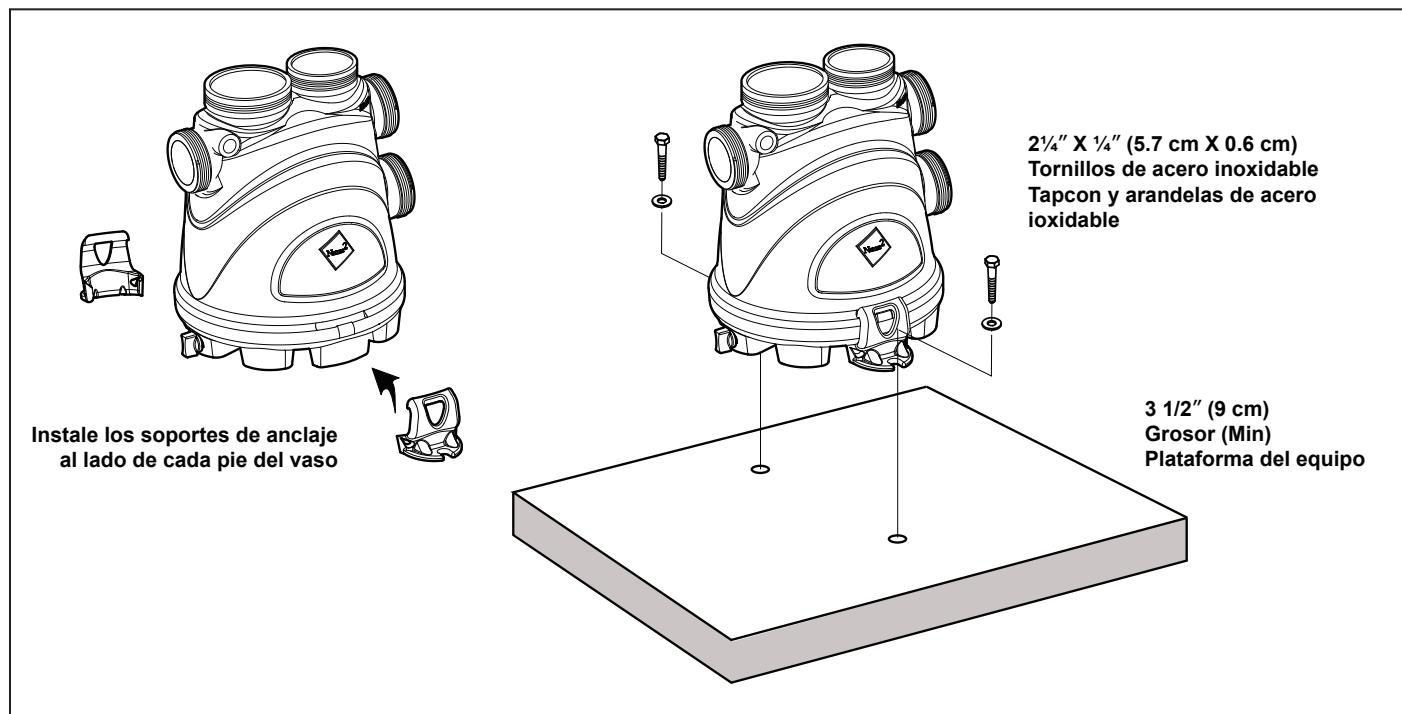

Figura 2. Instalación de los soportes de anclas
1. Manualmente coloque los dos (2) soportes de anclas a los pies del costado del vaso, como se muestra en la Figura 2. Asegúrese de que estos soportes de anclas esten firmemente colocados a los pies de la vaso.
3. Perfore un agujero de $5/32''$ (0,5 cm) en la plataforma en cada uno de las dos (2) anclas. El tamaño correcto de broca de concreto debe ser obtenido cuando se compran los tornillos de concreto.
4. Instale los tornillos Tapcon y arandelas en cada uno de los dos (2) agujeros para asegurar el vaso a la plataforma de los equipos. No se exceda en apretar los tornillos.